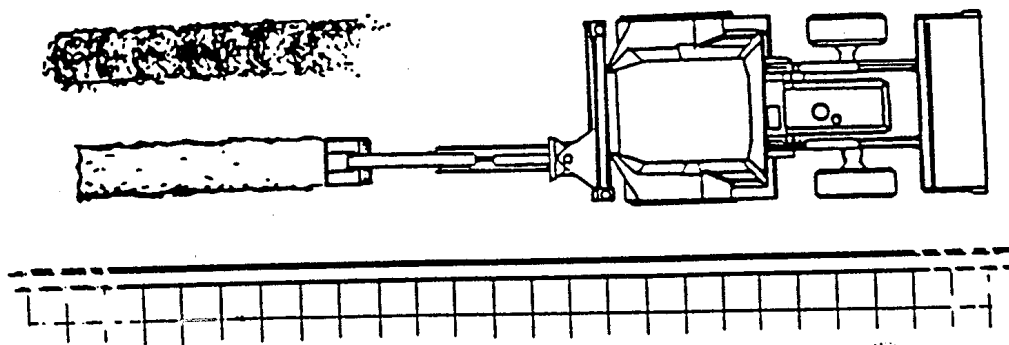

Рис. 4.68. Рытье вблизи стены
9. При рытье около стен (зданий и других сооружений) необходимо обратить внимание на то, чтобы исключить повреждение фундамента и вследствие этого обрушение стен. При производстве работ в таких условиях машину следует устанавливать вблизи стены так, как это показано на Рис. 4.68.